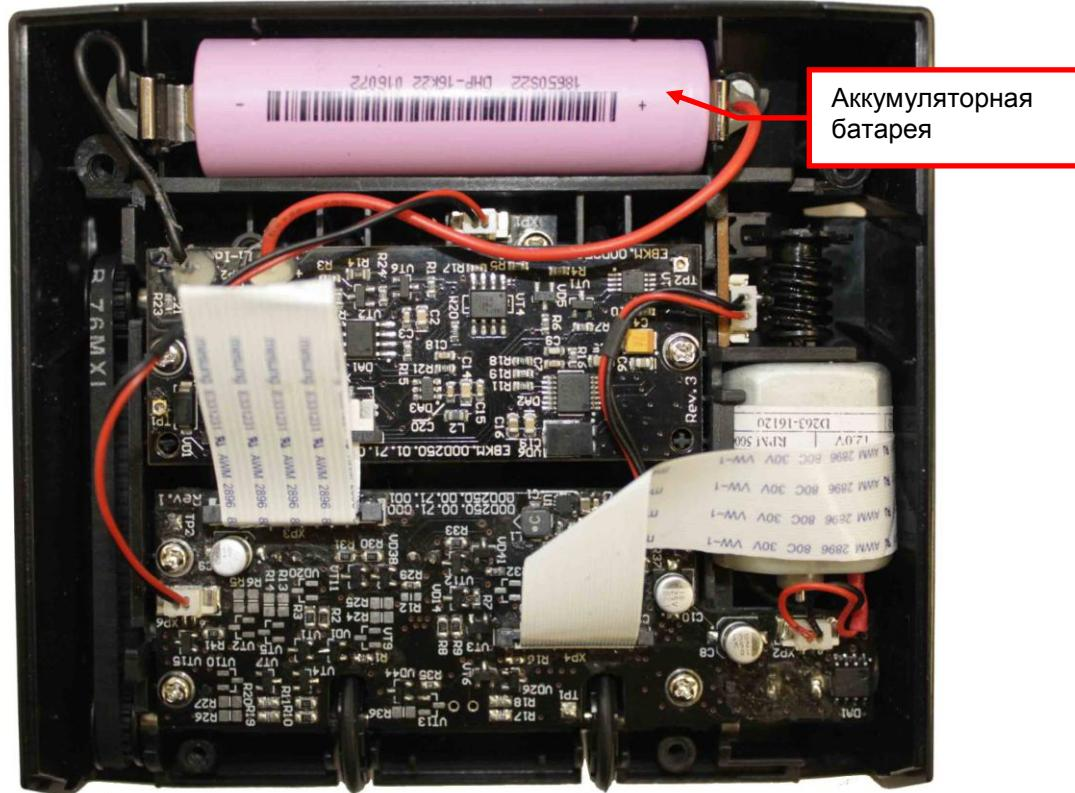

Рисунок 9.5
**9.2.2** Снимите аккумуляторную батарею (см. рис.9.5).